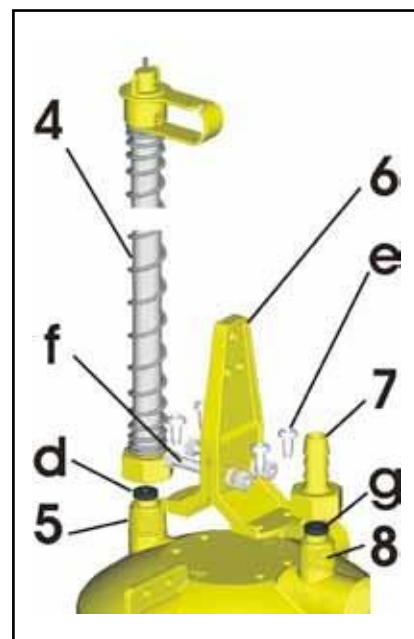

Fig. 5
- Asegure el soporte (6) con 4 tornillos BZ5,5x13 (e) al Regulador de Presión.
2.4 Manejo en piso. Instalación en medio de la línea. (Tome la fig. 5 como referencia).